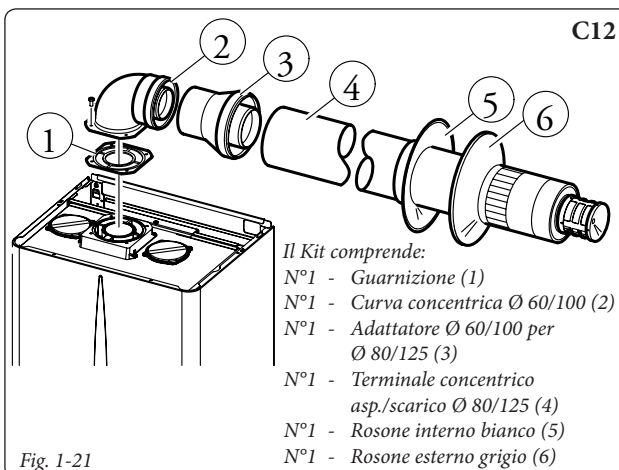

Fig. 1-21
Kit orizzontale di aspirazione - scarico Ø 80/125. Montaggio kit (Fig. 1-21): installare la curva con flangia (2) sul foro centrale della caldaia interponendo la guarnizione (1) e serrare con le viti presenti nel kit. Innestare l'adattatore (3) con lato maschio (liscio), nel lato femmina della curva (2) (con guarnizioni a labbro) sino a portarlo in battuta. Innestare il terminale concentrico Ø 80/125 (4) con lato maschio (liscio), nel lato femmina dell'adattatore (3) (con guarnizioni a labbro) sino a portarlo in battuta, accertandosi di avere già inserito il relativo rosone interno ed esterno, in questo modo si otterrà la tenuta e la giunzione degli elementi che compongono il kit.